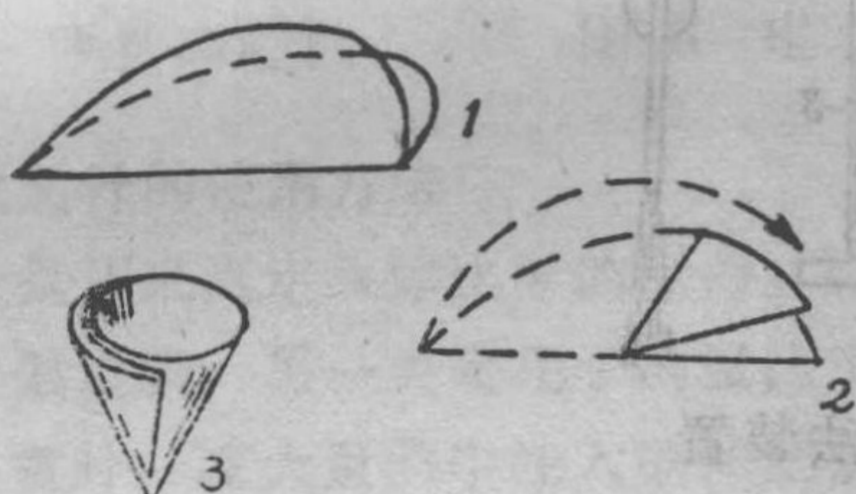
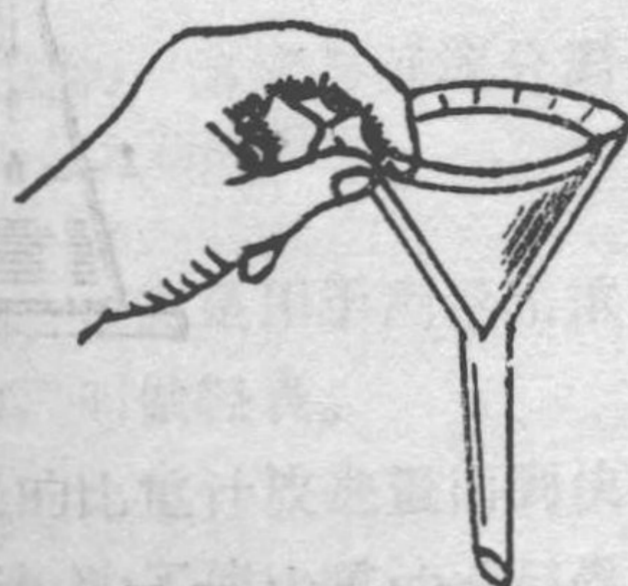

图13 滤纸的摺法
图14 左手按住滤纸
(1) 普通过滤法：普通过滤法所用的滤器是漏斗和滤纸。先将滤纸对摺成 $180^\circ$ ，再对摺一次成 $90^\circ$ ，然后揭开一层张开，即成 $60^\circ$ 的圆锥形，如图13所示。漏斗张开的角度也应该是 $60^\circ$ ，这样滤纸就可紧密地贴在漏斗壁上。如果漏斗的角度不标准，应适当改变滤纸折摺的角度，使能配合所用漏斗。把圆锥形滤纸放进漏斗，用左手食指按住三层的一边，使与漏斗壁靠紧，如图14所示，右手执洗瓶，吹出少量蒸馏水将滤纸润湿。最后用洁净的手指或玻棒将摺痕轻轻压平，使滤纸紧贴在漏斗壁上。此时滤纸应与漏斗很好地密合，两者之间不应有空气泡停留。滤纸边一般应低于漏斗边 $0.5-1.5$ 厘米。将准备好的漏斗置漏斗架上，下面